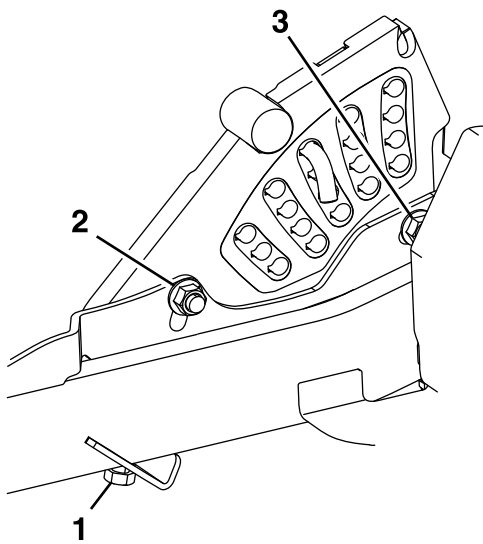

Рисунок 78
11. Якщо 4 регулятора кожуха недостатньо відрегульовані для досягнення точної висоти скошування за допомогою необхідного кута ухилу, ви можете відрегулювати систему з однієї точки (Рисунок 78).
12. Щоб відрегулювати систему з однієї точки, спочатку ослабте передній та задній болти кріплення пластини висоти різання (Рисунок 78).
14. Затягніть 2 болти на нижній частині пластини висоти різання (Рисунок 78).